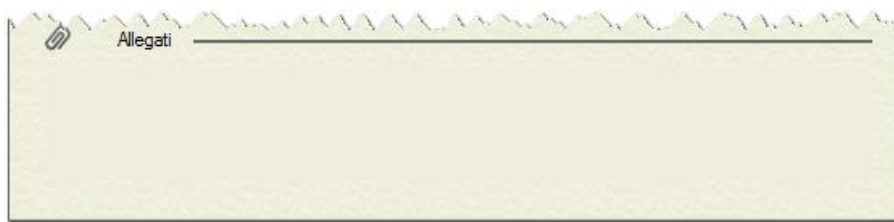

Fig 82
L'area in basso (Fig 82) è riservata ai file eventualmente allegati al messaggio.
Quando ci sono file allegati le icone corrispondenti appaiono nell'area "Allegati" (Fig 82).
Quando ci sono file allegati le icone corrispondenti appaiono nell'area “Allegati” del messaggio (Fig 82).
- Cliccare, nell'area “Allegati” del messaggio (Fig 82), l'icona corrispondente al file da rimuovere.